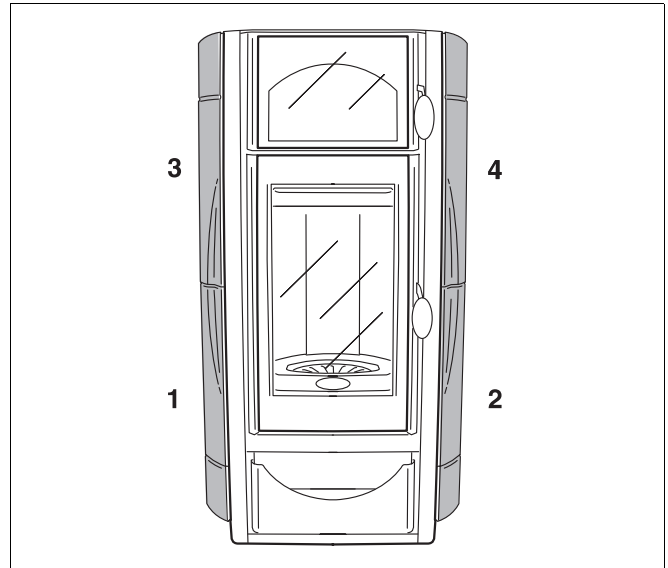

Abb. 18 Positionen der Kacheln (blueline 5)
- Beim Einhängen mit der Kachel Nummer 1 beginnen (Abb. 18).